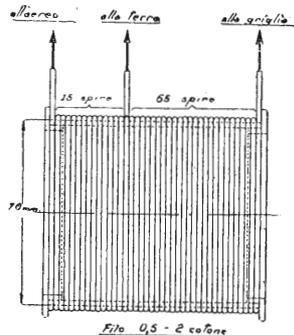

Fig. 4 - Trasformatore aereo-griglia.
La costruzione dell'autotrasformatore aereo-griglia avviene secondo fig. 4
- un auto trasformatore aereo-griglia (v. fig. 4).